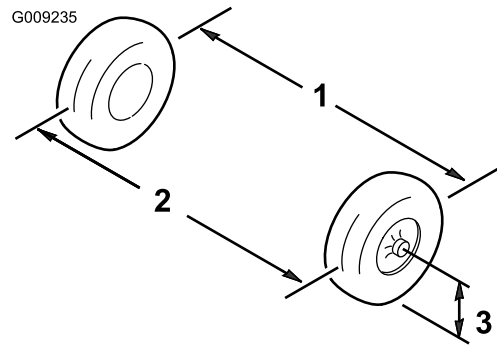

Figura 32
1. Mida la distancia entre los neumáticos delanteros a la altura del eje, en la parte delantera y trasera de las ruedas (Figura 32).